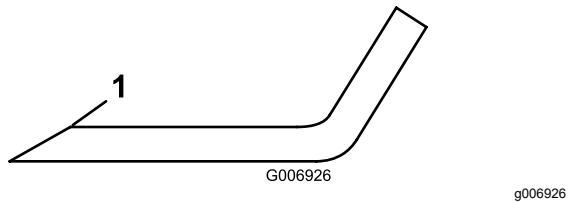

Figura 72
- Inspecione as extremidades de corte de todas as lâminas, afie as extremidades de corte se apresentarem sinais de desgaste ou ranhuras, afie apenas a zona superior da parte cortante e mantenha o ângulo de corte original para garantir um desempenho eficaz da lâmina (Figura 72).